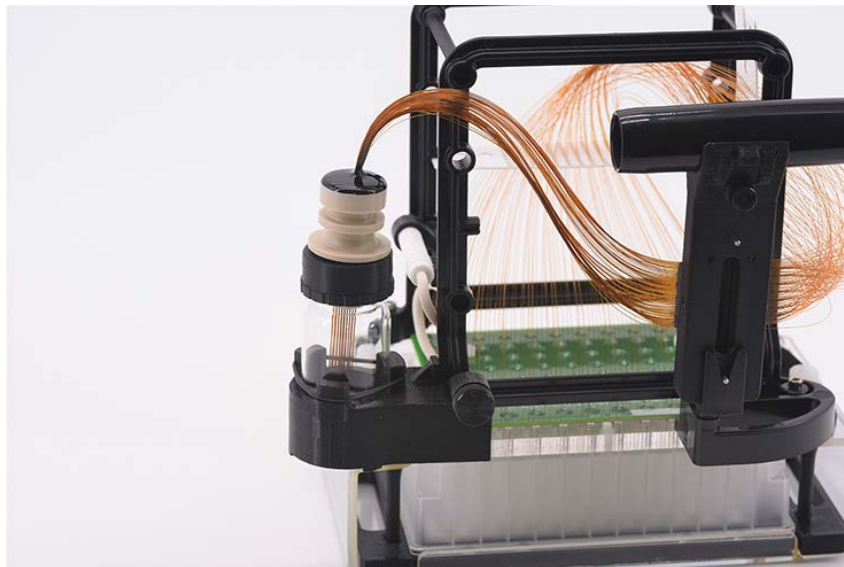

Abbildung 105 Array-Dockingstation mit installiertem Array
Eine vollständige Abbildung des Arrays mit installierter Array-Spindel-Aufbewahrungsvorrichtung finden Sie in **Abbildung 105**.
- 8 Entfernen Sie die Capillary Array-Auslassspindel vom schwarzen Aufbewahrungstopfen und setzen Sie sie wie in **Abbildung 105** gezeigt in die Array-Spindel-Aufbewahrungsvorrichtung ein.